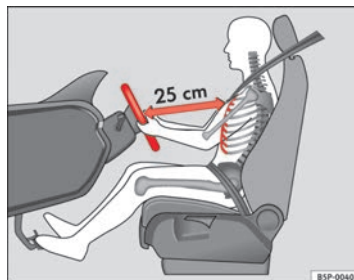

Fig. 137 Posición correcta del conductor
- Ajuste el volante hasta alcanzar la posición deseada ⇒ fig. 137.
- Ajuste el asiento del conductor o el volante de modo que quede una distancia mínima de 25 cm entre el volante y el tórax ⇒ fig. 137. ¡Si no respeta la distancia mínima, el airbag no le protegerá adecuadamente y corre peligro de muerte!